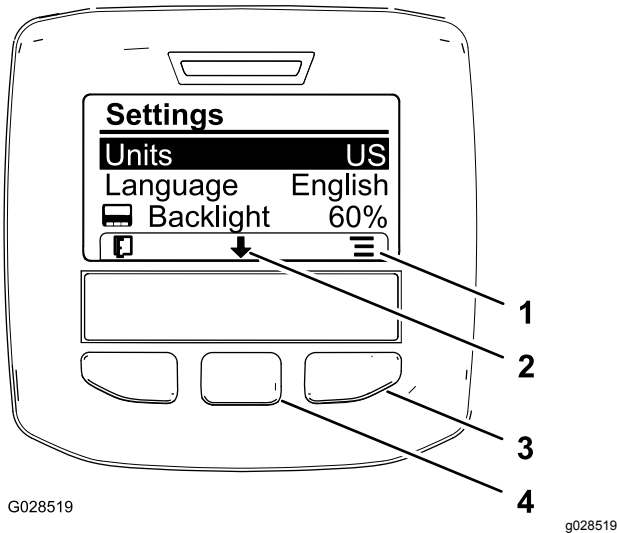

図 9
1. 単位系を変更するには、中央ボタンで下へスクロールしてUNITSを選ぶ 図 9。
- 右ボタンを押すと選択可能な単位系が表示される 図 9。
- 表示に使用する言語を変更するには、中央ボタン画面上で下向きの矢印で示されているボタンを押し、画面を下にスクロールして Language という選択肢を出す 図 9。
- 右ボタン画面上でアイコンで「選択」が示されているボタンを押すと現在選択中の言語が画面にハイライトされて表示される 図 9。